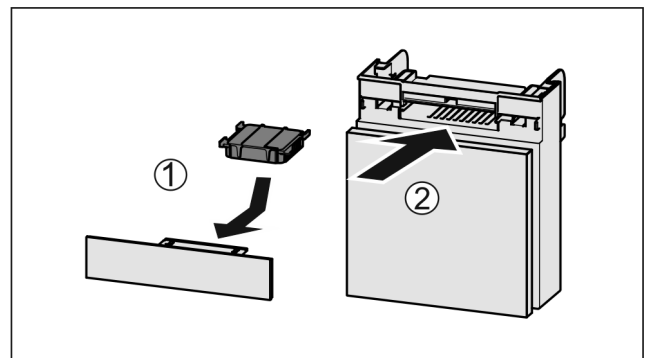

Fig. 201
- Introduzca el compartimiento Fig. 201 (2).